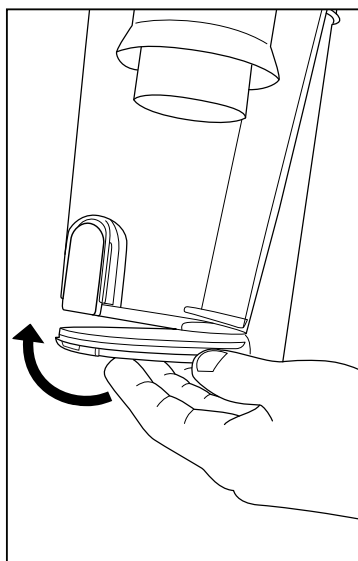

Fig. 2
3. Cierre la parte inferior del depósito de polvo, asegurándose de que quede fijo en su lugar (Fig. 2). Continúe aspirando.